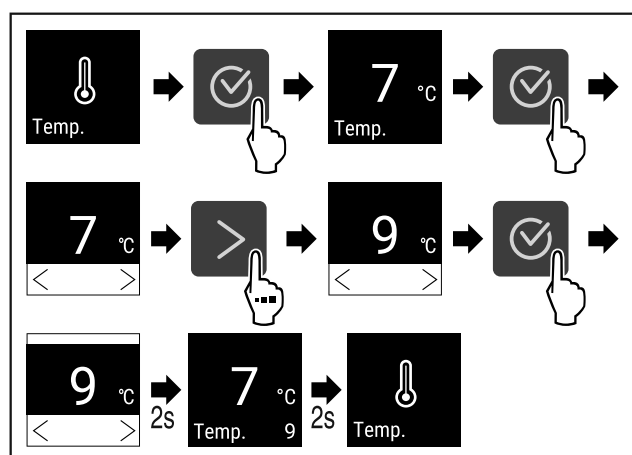

Fig. 66 Zmena teploty z 7°C na 9°C
- ▶ Vykonať kroky akcie (pozri Fig. 66).